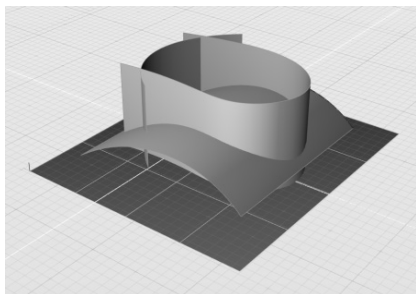

图 4-140 绘制一个平面
3) 使用“平面”工具  绘制一个平面, 如图 4-140 所示, 该平面必须大于最底部的曲线, 且与之前绘制的 3 个曲面构成一个封闭空间。